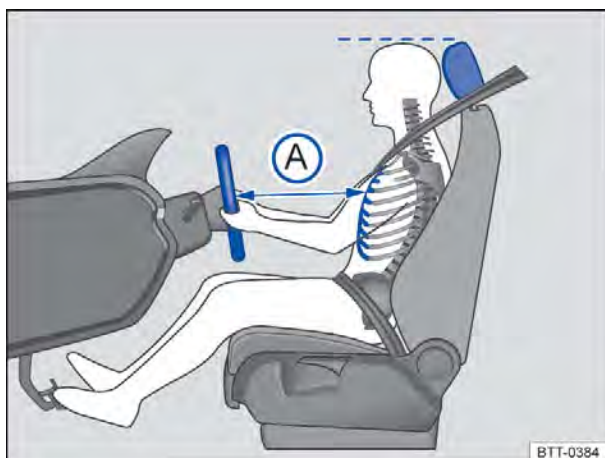
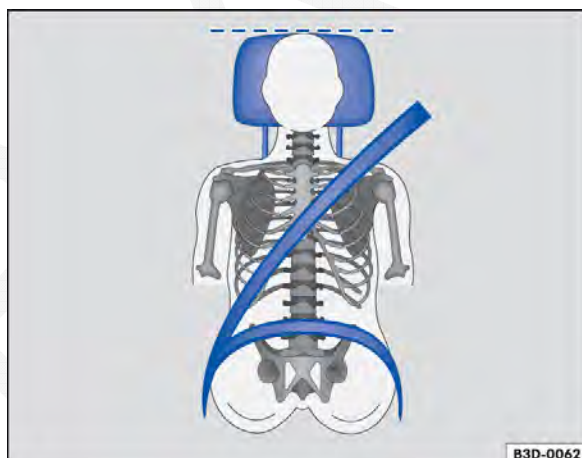

Fig. 36 A distância correta (A) entre o condutor e o volante deve ser de, no mínimo, 25 cm.
Fig. 37 Posição correta do cadarço do cinto de segurança e ajuste correto do apoio para cabeça.
- Ajustar o apoio para cabeça de modo que a borda superior do apoio para cabeça se encontre preferencialmente na mesma linha da parte superior da cabeça – porém não abaixo da altura dos olhos. Posicionar a nuca tão próxima quanto possível do apoio para cabeça ⇒ Fig. 36 e ⇒ Fig. 37.
- Ajustar o volante de modo que a distância ⇒ Fig. 36 A entre ele e o tórax tenha no mínimo 25 cm e que o condutor possa segurar o volante pela borda externa com as duas mãos e os braços ligeiramente flexionados.